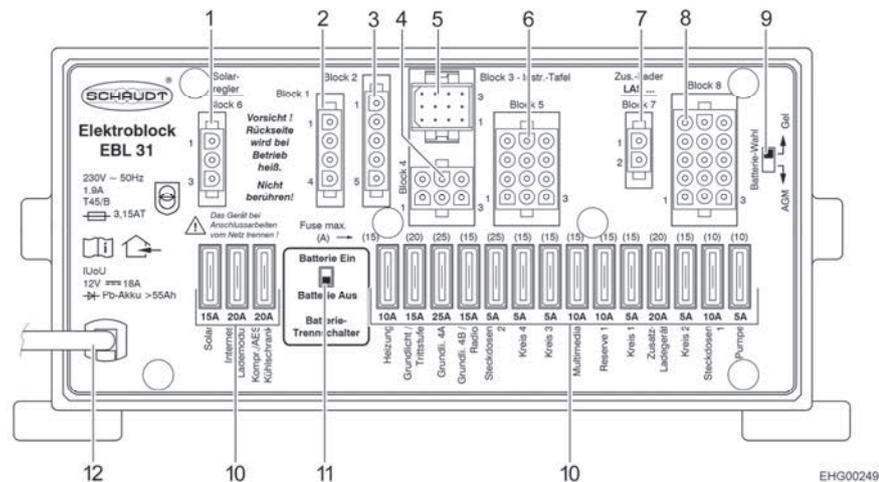

Fig. 64 Bloque eléctrico (EBL 31)
- ▷ Para desconectar **todos los** consumidores eléctricos de 12 V de la alimentación de corriente y prevenir una descarga de la batería del habitáculo, ajustar el separador de batería (Fig. 64,11) en el bloque eléctrico en "Batterie Aus" (batería Off).
- ▷ Los consumidores como el cargador, el regulador de carga solar, el panel o similares, toman corriente de la batería, incluso al estar desconectado el interruptor principal de 12 V en el panel (Fig. 65,6). Por ello, situar el separador de batería (Fig. 64,11) en el bloque eléctrico en "Batterie Aus" (Batería Off), cuando el vehículo no se utilice durante un tiempo prolongado.